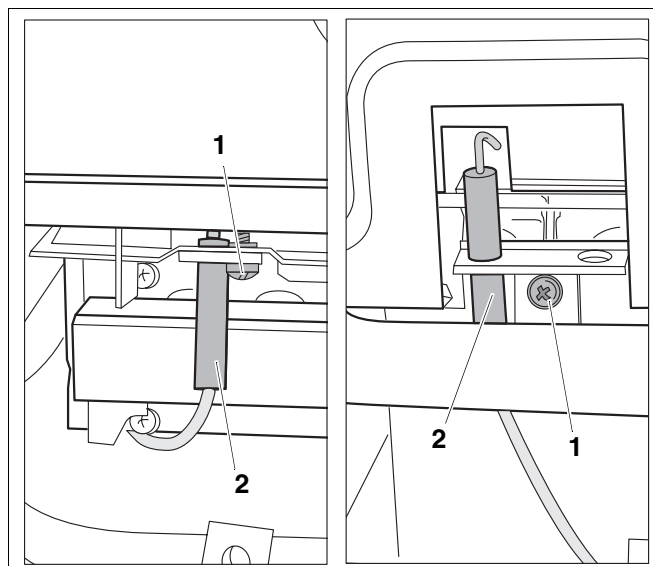

Рис. 28 Замена ионизационного электрода слева для U002/U004, справа для U102/U104
- Отвернуть крепежный винт (рис. 28, поз. 1) и вынуть ионизационный электрод (рис. 28, поз. 2).